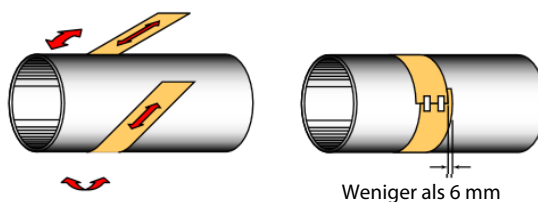

Abbildung 14: Ausrichtung des Kreppbands
1. Wickeln Sie das Papier, wie in *Abbildung 14: dargestellt*, um das Rohr. Richten Sie die Papierenden bis auf 6 mm genau aus.